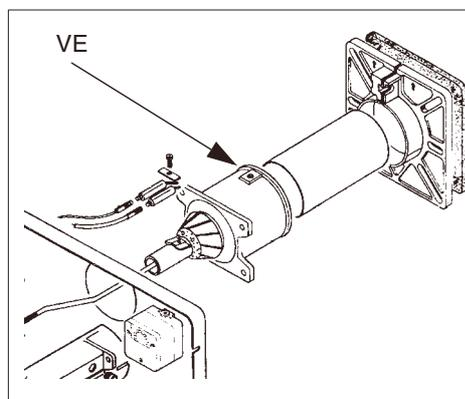

Рис.28b
- Демонтируйте, проверьте и очистите головку сгорания (см. Рис. 28а, Рис. 28b, Рис. 28с);
##### Тип S3 (Рис. 28а) и S5 (Рис. 28b)